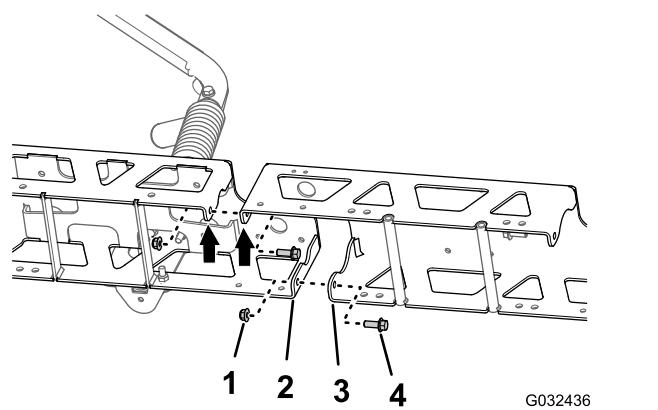

图54
1. 将中间喷洒臂延长组件垂直法兰上的孔与桁架框架上的孔对齐 图54。
2. 使用在 1 的步骤 分开中间喷洒段桁架 \(页码 23\) 中卸下的 2 个凸缘头螺栓 $3/8 \times 1$ 英寸和 2 个凸缘锁紧螺母 $3/8$ 英寸将中间喷洒臂延长组件松松地组装到桁架框架上 图54。
3. 将中间喷洒臂延长组件垂直法兰上的孔与另一桁架框架上的孔对齐 图54。
4. 使用 GeoLink 喷洒系统完成套件 图54 中的 2 个凸缘头螺栓 $3/8 \times 1$ 英寸和 2 个凸缘锁紧螺母 $3/8$ 英寸将中间喷洒臂延长组件松松地组装到另一桁架框架上 图54。